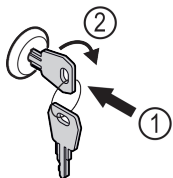

Fig. 196 Eksempelfremstilling
- ▶ Trykk inn nøkkelen Fig. 196 (1).
- ▶ Vri nøkkelen 90° med klokka Fig. 196 (2).